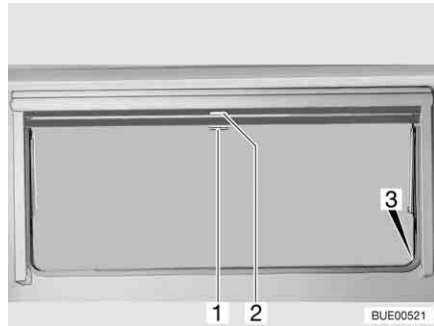

Fig. 81 Ventana abatible
- Tirar del asidero (Fig. 81,2) de la persiana oscurecedora enrollable hacia abajo. Cuando la persiana oscurecedora enrollable se cierre por completo, encajarla en el bloqueo (Fig. 81,3) a ambos lados del marco de la ventana.
- Cuando la persiana oscurecedora enrollable está completamente cerrada: Presionar el tirador (Fig. 81,2) hacia abajo y tirarlo ligeramente hacia dentro. Desenganchar la persiana oscurecedora enrollable de los bloqueos a izquierda y derecha del marco de la ventana.
- Cuando la persiana oscurecedora enrollable se encuentre en una posición intermedia: Tirar ligeramente del asidero (Fig. 81,2) hacia abajo, hasta que se hay soltado el bloqueo.
- Tirar hacia abajo de la mosquitera enrollable (Fig. 81,1) y engancharla en el bloqueo (Fig. 81,3) a ambos lados del marco de la ventana.
- Presionar el tirador (Fig. 81,1) hacia abajo y tirarlo ligeramente hacia dentro. Desenganchar la mosquitera enrollable de los bloqueos a izquierda y derecha del marco de la ventana.